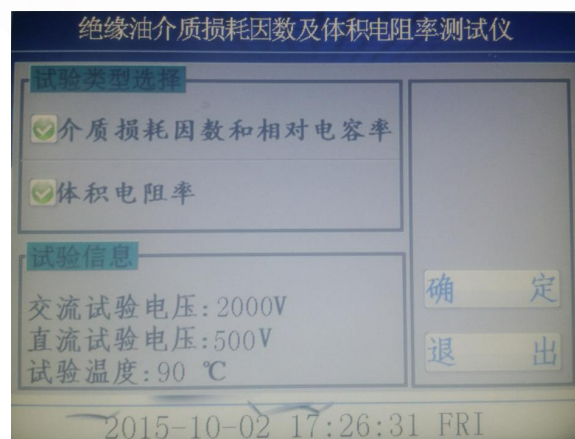
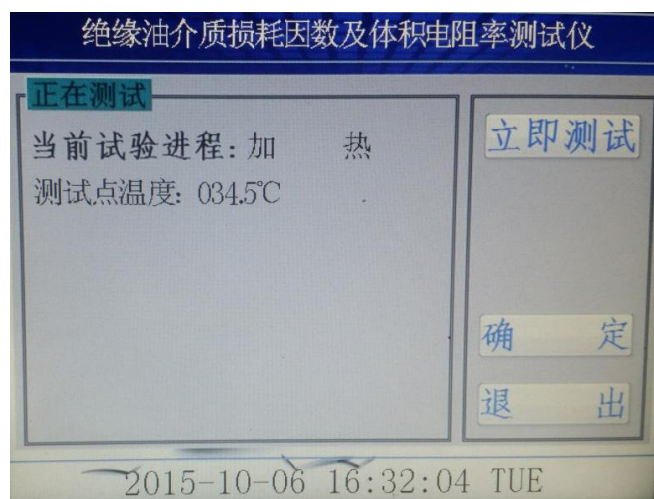

图 6
图 7
5、在图 3 界面下, 点击空杯测试进入图 6, 空杯测试主要是对油杯注油前的干净程度和装配进行验证, 可以选择介质损耗因数和相对电容率及体积电阻率, 点击测试项目前面的光标即可选择测试还是不测试。空杯介损值越小越好, 在图 6 中选择完测试项目后点击确定后即可进入图 7, 图 7 中设备可以在设定的 90℃ 进行测量, 也可以点击立即测试, 在当时温度下测量。
6、空杯检测完毕没有问题后，将油杯的内电极取出置于油杯架上，取 40ml 待测油样置于油杯中（注意：注入油样时一定注意不能出现气泡，应沿着杯壁缓缓注入），油样注入后，再将油杯的内电极慢慢的放到位。（动作要慢一些，防止动作太快，排气不及时，使油样溢出），接好测量信号线和温度信号线，点击图 3 中的自动测试，进入图 6 界面和图 7 界面，一般测油是都按照规程 90℃ 测量，同样也可以选择立即测试，在当前温度下测量。